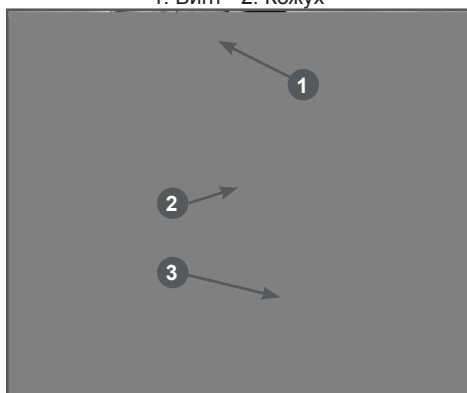

Рис. 27 Проверка состояния ремня привода
3. Попросите помощника нажать рычаг остановки двигателя. Медленно проворачивая коленчатый вал двигателя за нож, внимательно осмотрите ремень 2 привода хода на наличие трещин, разрывов, отслоения корда (Рис. 27). При обнаружении поврежденного ремня необходимо заменить.
2. Снимите старый ремень 2 со шкивов 1 вала двигателя и редуктора 3 (Рис. 27).